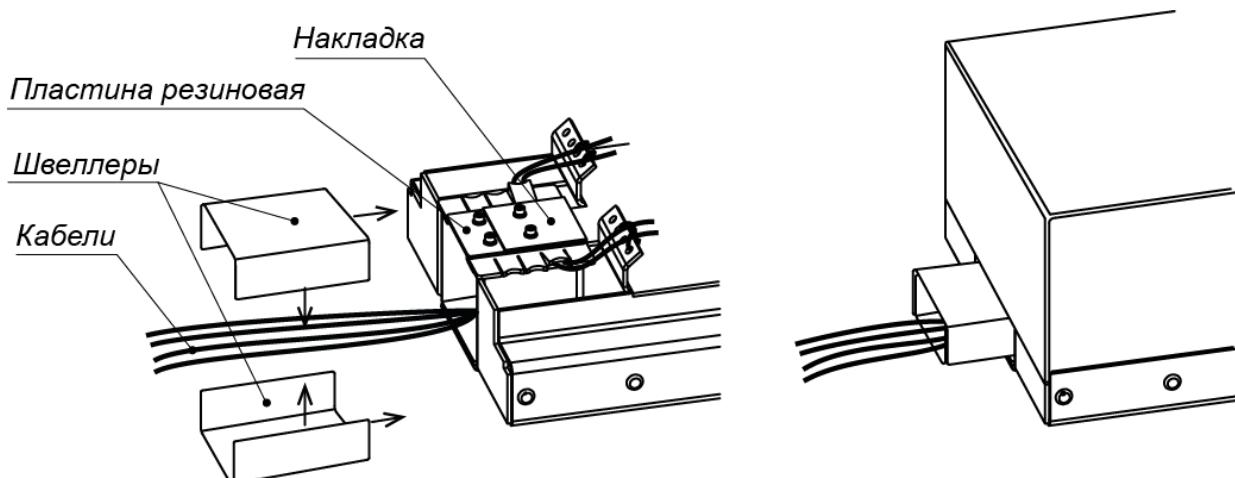

Рисунок 21. Прокладка кабелей между двумя турникетами
22. Для верхней прокладки кабелей между двумя турникетами, стоящими вплотную друг к другу, используются швеллеры из комплекта поставки (см. рис. 21). При установке швеллеров предварительно нужно снять вставки защитные, открутив сверху по два винта M4 (ключ SW3). Швеллер большего размера должен быть сверху.